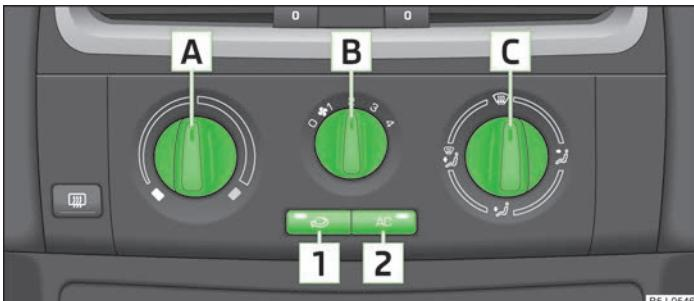

Fig. 79 Sistema de aire acondicionado: Elementos de mando
El sistema de refrigeración funciona sólo si se pulsa la tecla **AC** [2] » fig. 79 de la página 74 y se cumplen las siguientes condiciones:
- » Girar el regulador giratorio **A** » fig. 79 hacia la derecha para elevar la temperatura.
- » Girar el conmutador del ventilador **B** » fig. 79 a una de las posiciones, 1 a 4, para conectar el ventilador.
- » Pulsar la tecla **S** [1] para cerrar la entrada de aire fresco » fig. 79.
- » Con el regulador de distribución de aire **C** » fig. 79, se regula el sentido de salida del aire » página 72.
- » Pulsar la tecla **AC** [2] » fig. 79, en la tecla se encenderá el testigo.
- Elementos de mando [A] »fig. 79 de la página 74, [B], [C] y las teclas [1] y [2].
- » Pulsar la tecla [2] [1] »fig. 79 de la página 74, en la tecla se encenderá el testigo.
- » Pulsar de nuevo la tecla [2] [1] »fig. 79 de la página 74 - se apagará el testigo de control en la tecla.
Si el regulador distribuidor de aire [C] »fig. 79 de la página 74 se encuentra en la posición , el servicio de aire circulante se desconectará automáticamente. Pulsando repetidamente la tecla [2], se puede volver a conectar el servicio de aire de circulación también en esta posición.